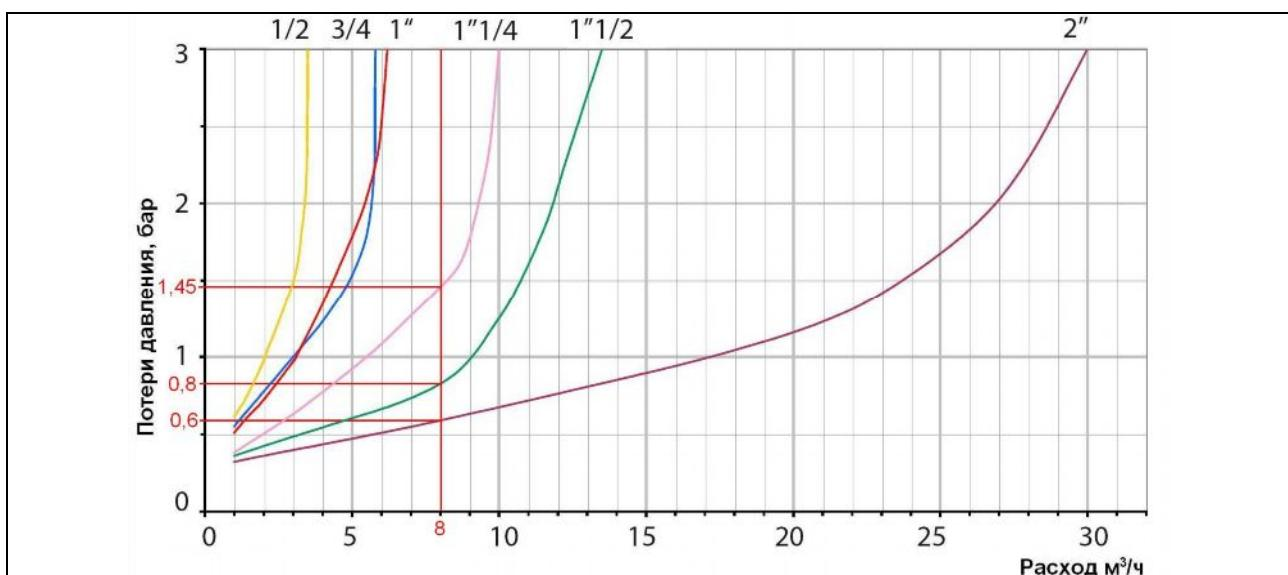

Рис. 3 Диаграмма потерь давления на клапане типа 7BIS в зависимости от расхода через него.
2. Выбрать условный проход клапана редукционного типа 7 bis (рис. 3)
Требуемый расход среды через клапан 8 м³/ч. Согласно диаграмме (рис.3) для расхода 8 м³/ч можно выбрать клапаны с условными проходами: Ду 32, Ду 40, Ду 50.